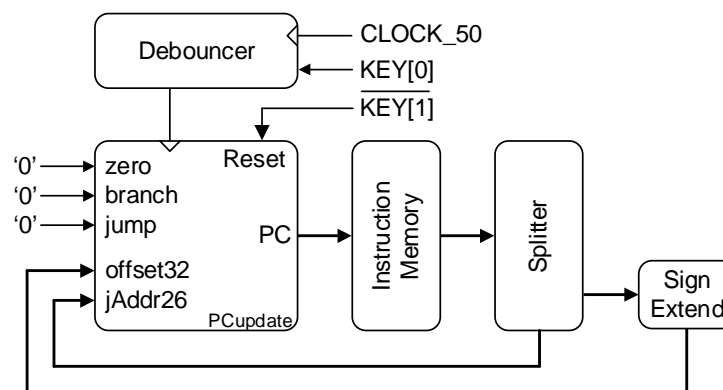

Figura 4. Diagrama mostrando os blocos, e respetivas interligações, a implementar nesta aula.
Após o desenvolvimento e teste dos 4 módulos descritos, passamos agora ao início da construção do *datapath single-cycle*, tomando como referência o diagrama da Figura 1 e o diagrama simplificado da Figura 4. Para tal, terá que ser criado um novo ficheiro onde se fará a instanciação e a interligação desses módulos, e que constituirá o *top-level* do projeto. Para a implementação deste módulo deverá fazer a instanciação e a interligação usando VHDL.
1. Crie um novo ficheiro VHDL (**"mips_single_cycle.vhd"**) onde deverá instanciar e interligar a memória de instruções, o módulo de atualização do PC, o extensor de sinal e o módulo de separação dos campos da instrução (ver Figura 4). O sinal de *clock* deve ser ligado, através do *debouncer*, a um pulsador (**KEY[0]**) da placa de desenvolvimento. O sinal de *reset* deve ser ligado à tecla **KEY[1]** (não se esqueça de inverter este sinal).